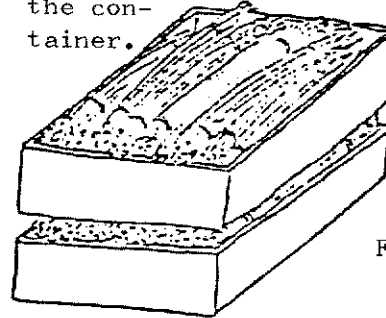

Fig. 3
<p>C. 圧着品の取扱い</p>	<p>(1) 束線のために先端を揃える時、むやみにたたきつけるとレバー部が変形してしまうことがあります。</p>  <p style="text-align: right;">Fig. 3</p> <p>(2) 箱入れの時には、乱暴に束を放り投げないように注意して下さい。圧着した電線束を箱の中に山積みした状態で箱を積み重ねると、端子に重みがかかりすぎ、レバー部が変形してしまうことがあります。</p> <p style="text-align: right;">Fig. 4</p> <p>(3) 束をほぐして電線を取り出す時に、端子同士がからんでしまった場合、無理に引き離すと端子が変形することがあります。からんだ場合は、端子を変形させないようにほぐして下さい。</p>  <p style="text-align: right;">Fig. 5</p>